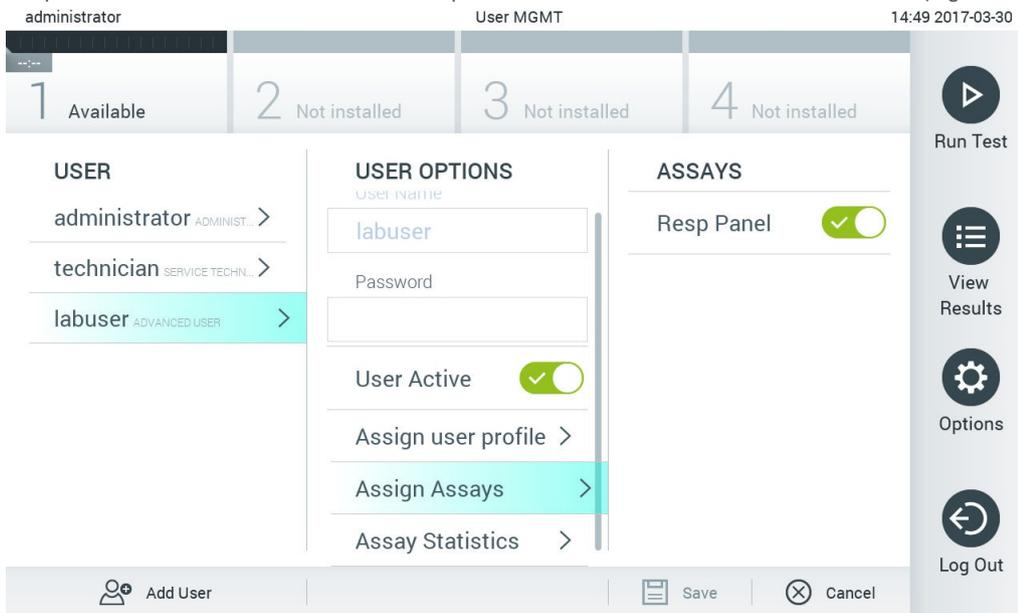

Figura 62. Atribuição de ensaios a utilizadores.
- Assign Assays (Atribuir ensaios): permite definir os ensaios da base de dados de ensaios que o utilizador tem permissão para executar. Seleccione os ensaios a partir da lista à direita da área de conteúdo (Figura 62)